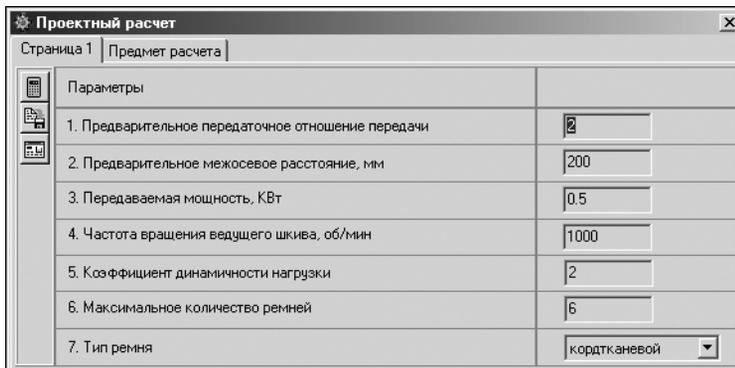

Рис. 14.2.
1. Введите исходные данные на вкладке **Страница 1** (рис. 14.2).
- Нажмите кнопку **Расчет** на панели инструментов окна **Проектный расчет** (рис. 14.2). Откроется список передач, удовлетворяющих исходным данным (рис. 14.3).